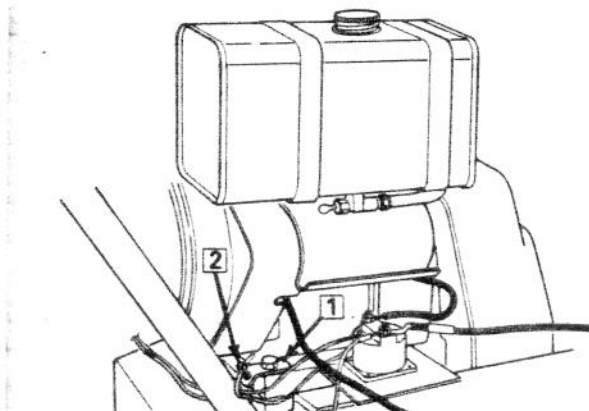

Figure 11
23. Enlevez la vis de montage arrière du moteur et fixez le support de fils à l'aide de la vis à tête que vous avez enlevée (Fig. 11).
24. Fixez les fils au support de fils avec une attache (Fig. 11).